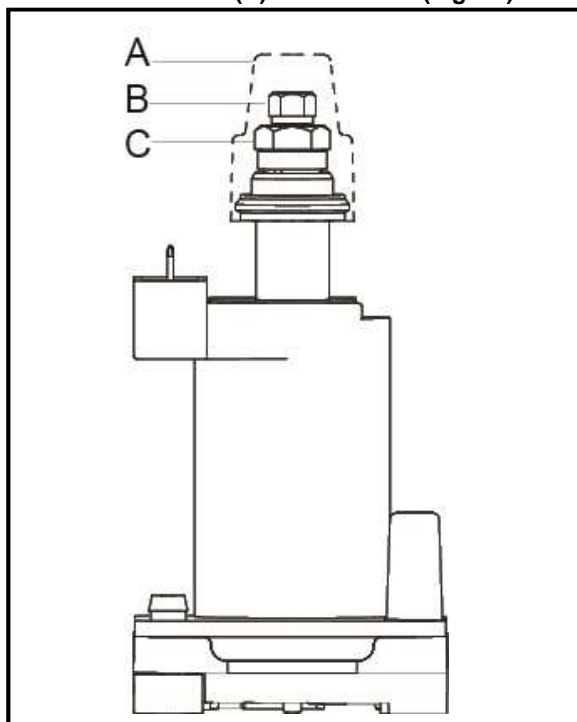

Fig. 17: Sección de la válvula con el tornillo de ajuste
- ⇒ Retire la cubierta **(A)** del solenoide (Fig. 17).
- ⇒ Conecte un dispositivo de medición de presión a la boquilla de prueba (Fig. 17).
- ⇒ Retire la cubierta **(A)** del solenoide y lentamente gire el tornillo de ajuste **(B)** ligeramente en la dirección "-". La presión de tobera debe caer inmediatamente (Fig. 17).